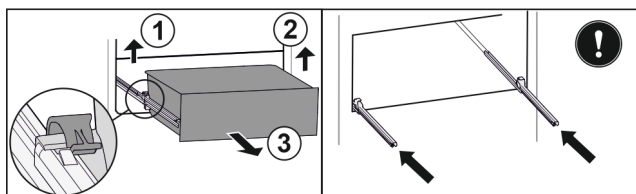

Fig. 147
- ▶ 提起左侧夹子，同时将抽屉左侧向前拉。 Fig. 147 (1)
- ▶ 提起右侧夹子，同时将抽屉右侧向前拉。 Fig. 147 (2)
- ▶ 朝前取出抽屉。 Fig. 147 (3)